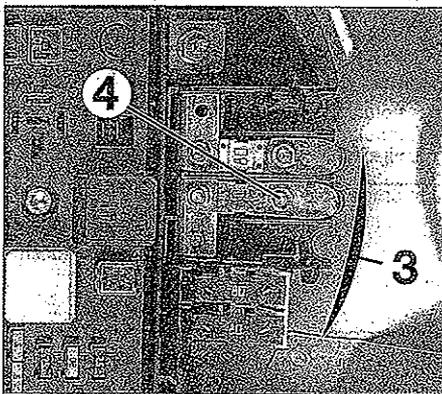

FIG. 6
- Desmontar la carcasa de la caja de fusibles principales (3) (fig. 6).
- el cable de alimentación (4).